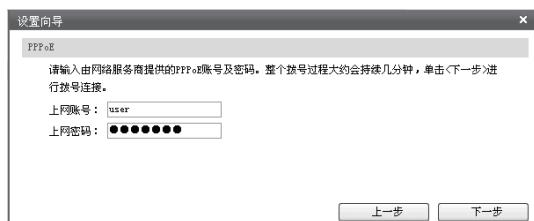

图4-8 上网方式-PPPoE
1)如果上网方式为PPPoE，即ADSL虚拟拨号方式，则需要填写网络服务商提供的上网账号和密码，如图4-8所示。